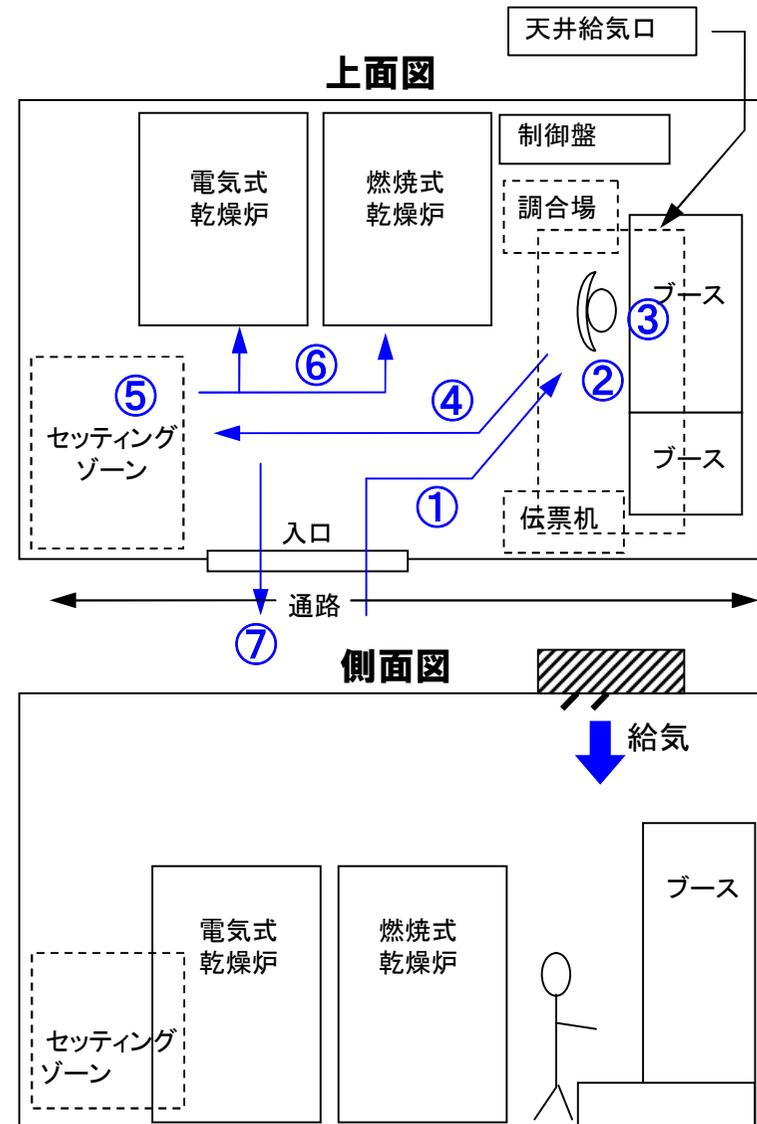

図1 塗装ゾーンのレイアウト 第1塗装ゾーン3F
1.2 塗装工程と動線 [図1上]
- ① ワーク搬入
- ② エアブロー
- ③ 塗装
- ④ ワークをセッティングゾーンへ移動
- ⑤ セッティング
- ⑥ 乾燥(電気炉あるいはガス炉)
- ⑦ 搬出、検査工程へ